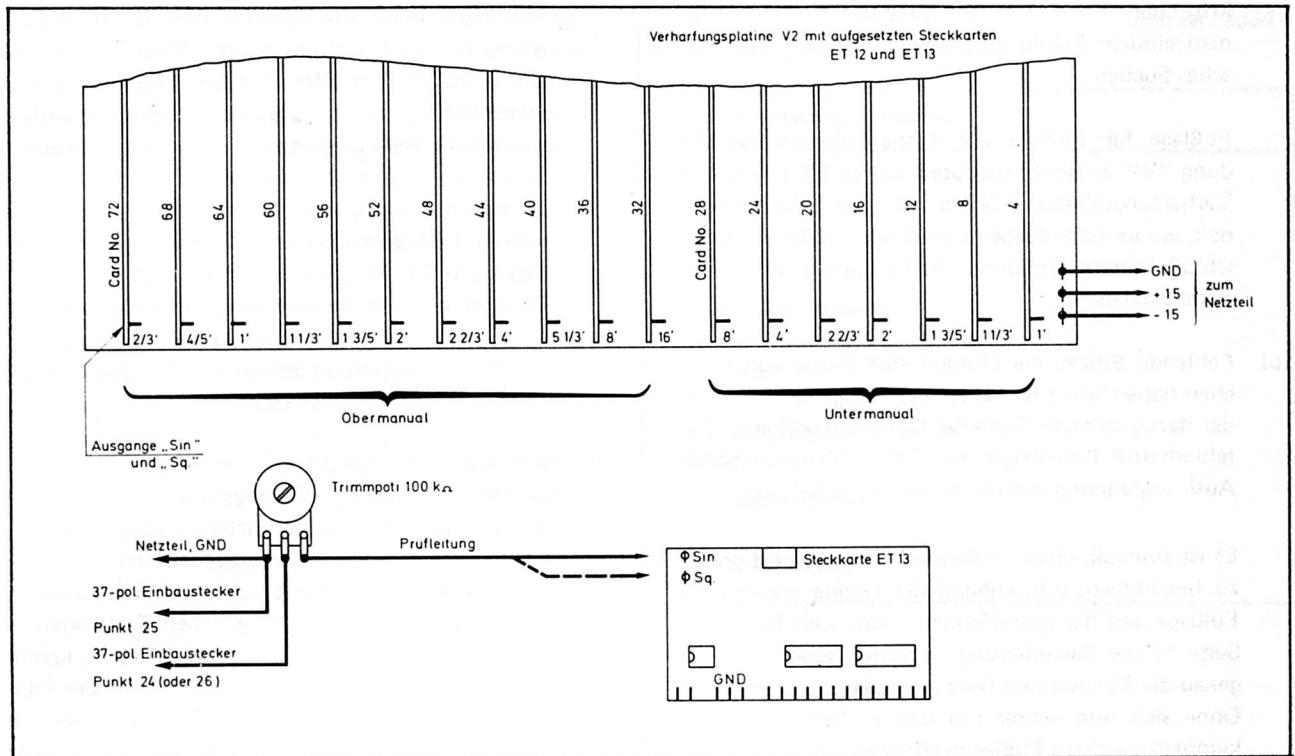

Abb. 25: Provisorischer Anschluß des Tastungsblock und Abhörschaltung
- Die Verharfungsplatine V 2 nach Abb. 25 mit drei Leitungen an das Netzteil anschließen.
- Ein 100 kOhm-Trimpotentiometer nach Abb. 25
- f) Die Prüfleitung (Abb. 25) wird zweckmäßig mit einer kleinen Krokodilklemme (BP 1) versehen, um das ständige An- und Ablöten an den Prüfpunkten zu umgehen.
- i) Der Reihe nach alle Tasten des Untermanuals ausprobieren. Passende Lautstärke am 100 kOhm-Trimmpoti (Abb. 25) einstellen. Alle Töne müssen weich und "rund" klingen.